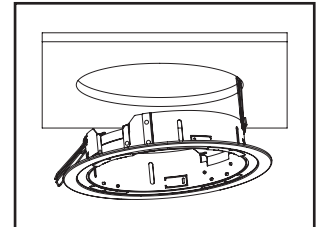

Figure 26.
- Maintenez les 2 ressorts de fixation à la verticale du même côté de l'assemblage d'anneaux Retrofit, puis insérez-les dans l'ouverture du plafond/boîtier (Figure 26.).